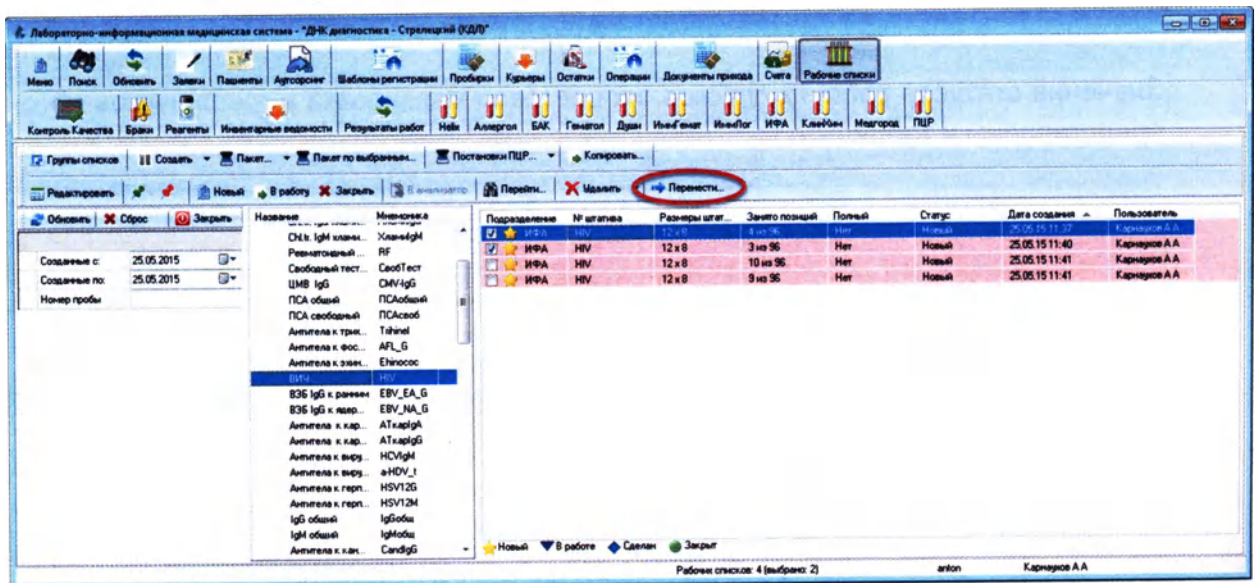

Рисунок 6.48
2. Нажмите кнопку «Перенести» (Рисунок 6.48):